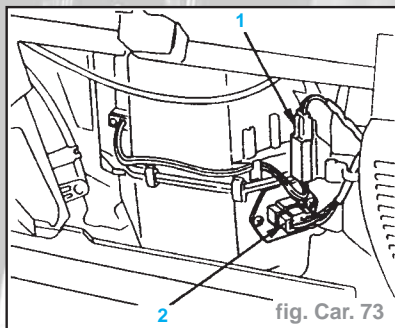

fig. Car. 73
- la fiche de câbles, thermostat électronique (1), fiche de câbles, résistance (2) - (fig. Car. 73).